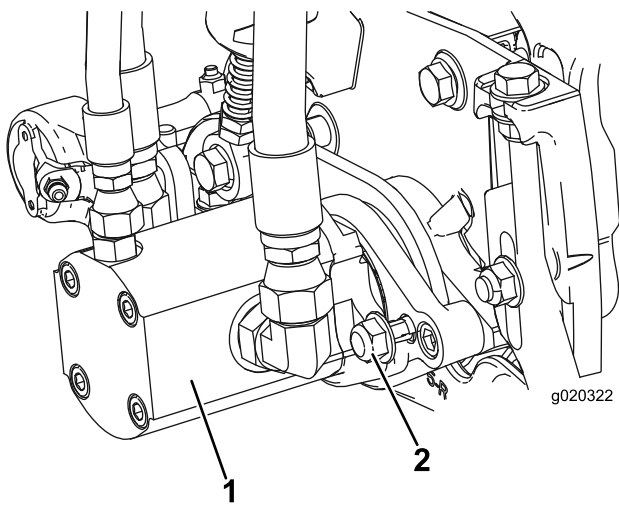

Рисунок 13
16. Установите двигатель, повернув его по часовой стрелке таким образом, чтобы фланцы двигателя не закрывали контргайки (Рисунок 13). Поворачивайте двигатель против часовой стрелки, пока фланцы не охватят гайки, затем затяните гайки.